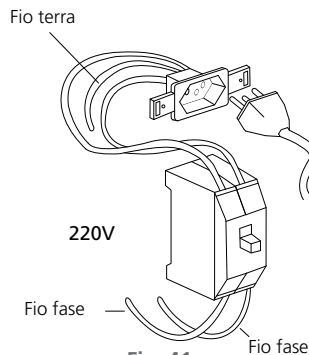

Fig. 41
- Se o sistema elétrico de sua residência for 220 V (duas fases), utilizar disjuntor termomagnético bipolar de 15 A (fig. 41).